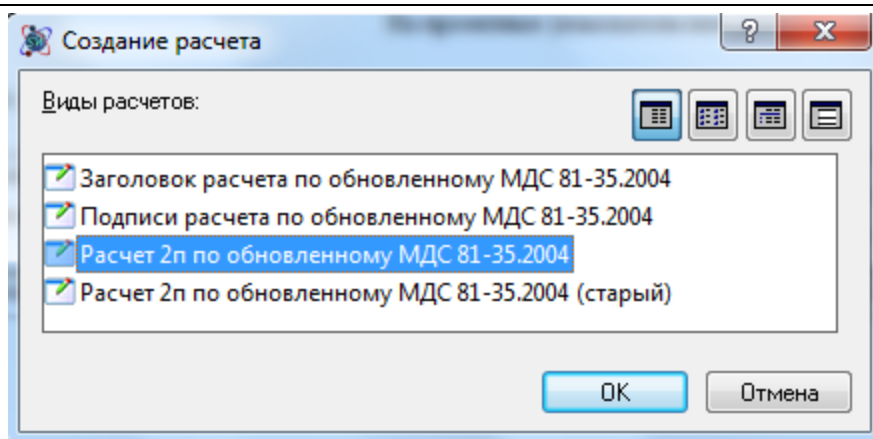

Рис. 8.4 Диалоговое окно Создание расчета
3. В открывшемся диалоговом окне *Создание расчета* (рис. 8.4) выбрать Расчет 2п и нажать на кнопку ОК.